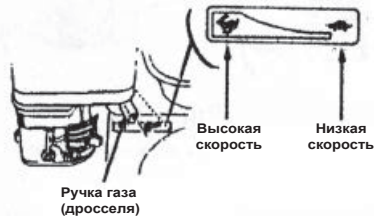

Рис.15
3.Передвиньте ручку газа слегка влево (Рис.15) 4.Включите двигатель (Рис. 16)